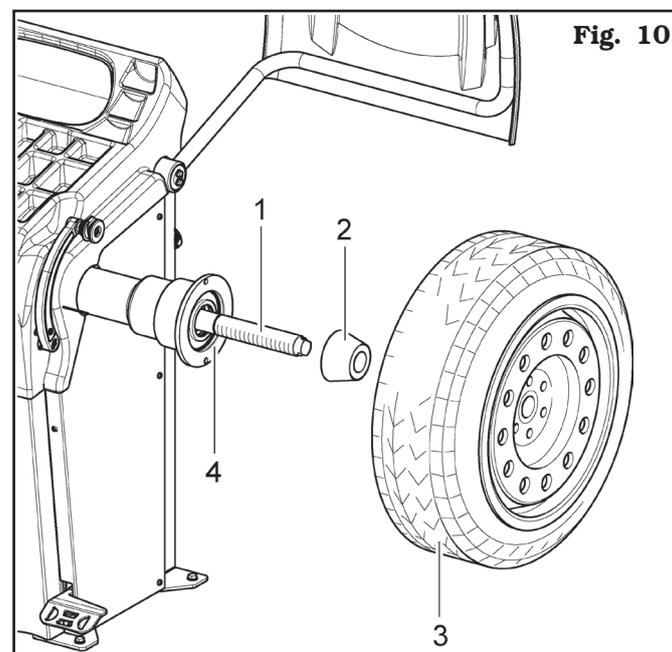

Fig. 10
1. Quitar de la rueda (**Fig. 10 ref. 3**) toda clase de cuerpos extraños: pesos ya existentes, piedrecillas y barro. Antes de montar y fijar la rueda en el mandril, controlar que este último (**Fig. 10 ref. 1**) y la zona de centrado de la llanta estén limpios.
2. Seleccionar atentamente el cono (**Fig. 10 ref. 2**) adecuado para la rueda a equilibrar. Estos accesorios deberán ser seleccionados de acuerdo a la forma de la llanta. Colocar la rueda (**Fig. 10 ref. 3**), montando atentamente el cono (**Fig. 10 ref. 2**) en el mandril (**Fig. 10 ref. 1**) (en caso contrario podría bloquearse), hasta llegar contra la brida de apoyo (**Fig. 10 ref. 4**).